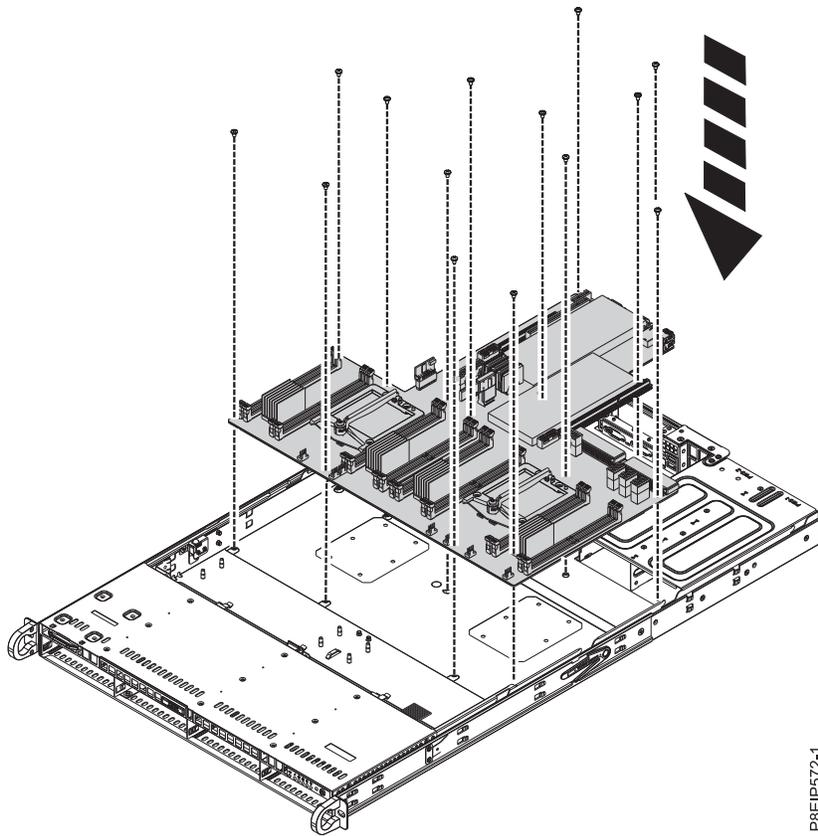

Figura 40. Sustitución de la placa posterior del sistema
12. Mientras tira de los cables frontales y aguanta con cuidado el dissipador térmico, baje la placa posterior del sistema en el chasis, deslizándola un poco hacia atrás. Consulte la Figura 40 en la página 41.